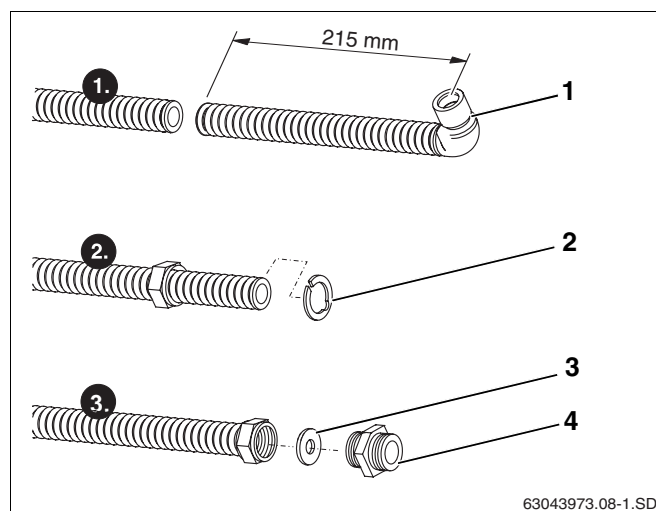

Рис. 39 Укорачивание соединительной трубы (изображена без изоляции)
- Труборезом отрезать часть соединительной трубы длиной 215 мм от середины уголка (рис. 39, поз. 1).
- Уложить сзади первой волны зажимную шайбу (рис. 39, поз. 2) и сжать. Она должна равномерно прилегать к буртику накидной гайки.
- Уложить шайбу (рис. 39, поз. 3) в накидную гайку на срез трубы.
- Завернуть двойной ниппель (рис. 39, поз. 4) в накидную гайку, чтобы получилась плоская уплотняющая поверхность на соединительной трубе.